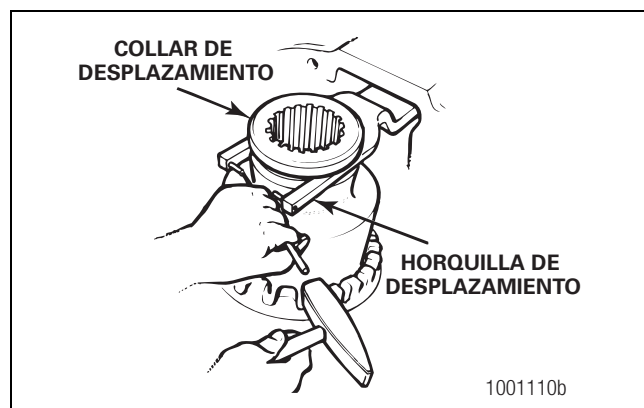

Figura 6.4
1. Para portadiferenciales con pasadores cilíndricos, dé golpecitos sobre los pasadores cilíndricos de retención, si así está equipado, hasta que estén a nivel con la cara interior de la horquilla de desplazamiento. Desmonte el fiador del diferencial si está acoplado manualmente. Figura 6.4.